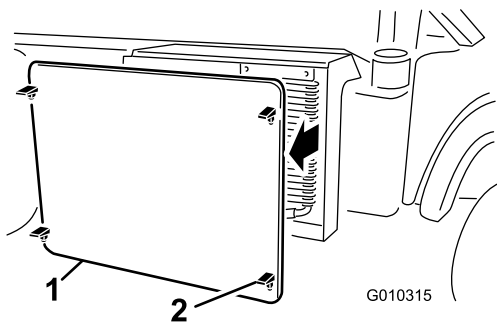

Рисунок 31
3. Расфиксируйте защелки и снимите решетку радиатора с передней стороны радиатора (Рисунок 31).